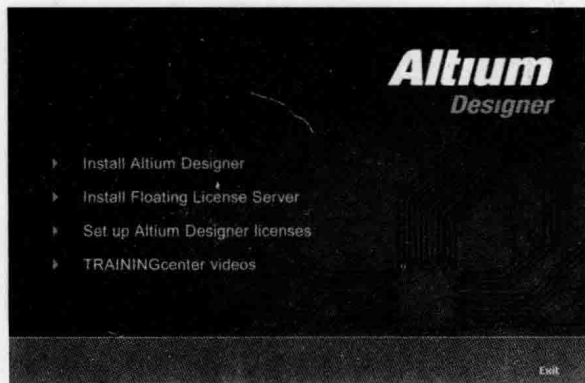

图 1-1 安装界面
(1) 打开 Altium Designer Summer 09 的安装包,双击 autorun.exe,出现如图 1-1 所示的安装界面。